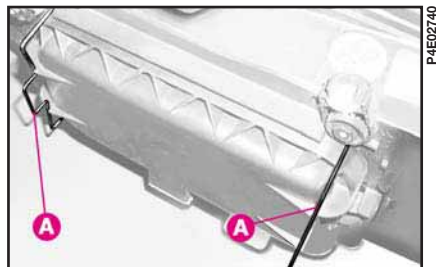

fig. 12
1) Smontare il coperchio agendo sulle linguette **A-fig. 12**.